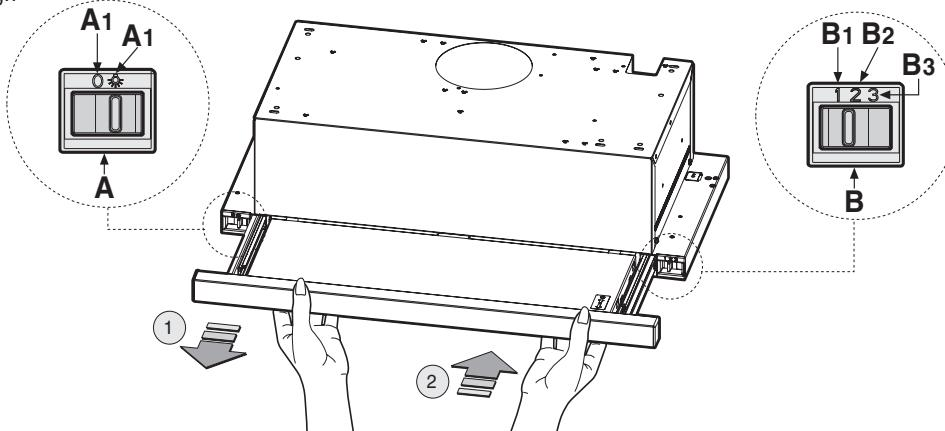

Fig.8
• Sostituzione delle lampade alogene (fig.8).